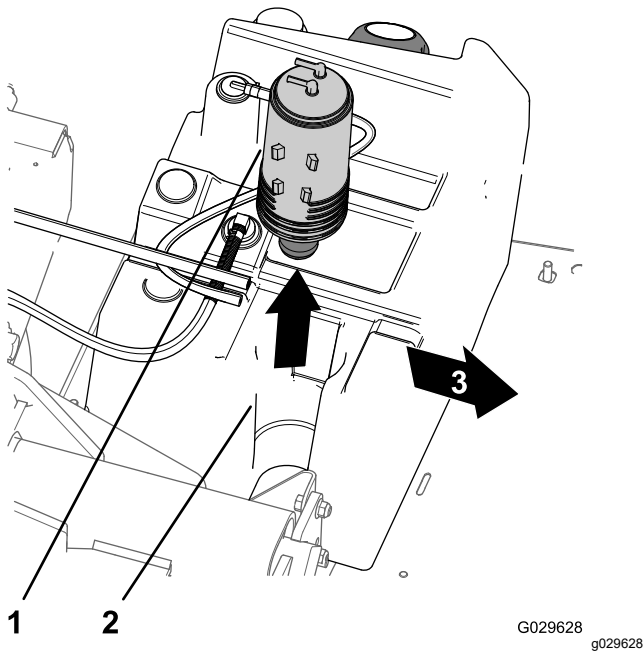

图 44
3. 从油箱内的碳罐底座上提起碳罐图 44。
7. 将新碳罐插入油箱内的碳罐底座使净化和油箱接头向后对齐图 44。